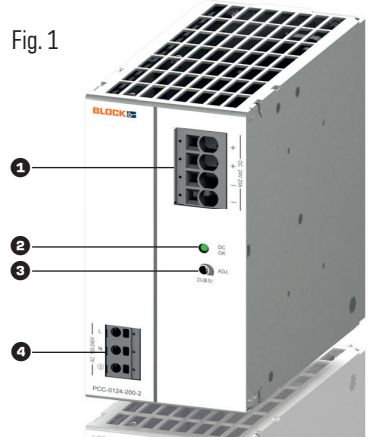

Fig. 1
- Anschluss Fig. 1**
- Connection Fig. 1**